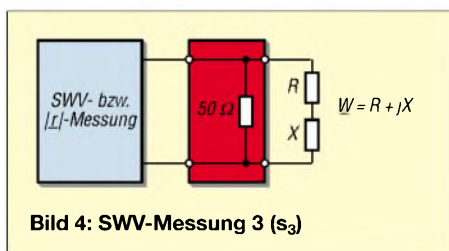

Bild 4: SWV-Messung 3 (s₃)
Bei vielen Messungen, besonders bei hochohmigen Impedanzen und/oder hohen Frequenzen, kann es vorteilhafter sein, bei der zweiten SWV-Messung gemäß Bild 4 einen 50-Ω-Widerstand (z.B. Dummyload) parallel zu schalten. Bei gekauften 50-Ω-Abschlusswiderständen, die man mit einem Koaxialadapter anschließt, ist die Genauigkeit zu überprüfen!
Aus dem nach Bild 4 gemessenen SWV (s_3) erhalten wir nach (4) den Betrag des Reflexionsfaktors r_3 , den wir als r_3 bezeichnen wollen. Er führt gemäß (8) zum Phasenwinkel φ des Reflexionsfaktors, während für den Betrag nach wie vor (6) gilt.
Ändert sich das SWV nicht, so besteht die Möglichkeit, dass W schon nahezu reell ist. Das erkennt man am Wert des Phasenwinkels, der dann nahe 0° oder 180° ist, was auf obigen Spezialfall hinausläuft. Ist das nicht der Fall und r₁ > 0,6 bei einem Betrag des Phasenwinkels < 90°, so wird die Kapazität der SWV-Messung 3 nach Bild 4 parallel geschaltet und das SWV beobachtet.
Falls die zweite Messung nach Bild 4 erfolgt, gilt für